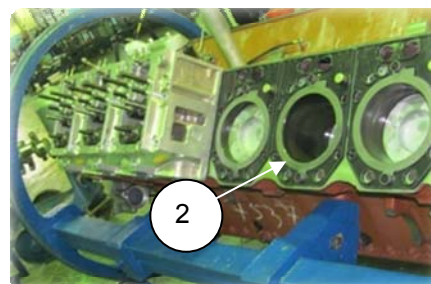

Рис. 2.41.2
2. Снять прокладку уплотнительную (2) (840.1003213-02) головки цилиндров (рис. 2.41.2);